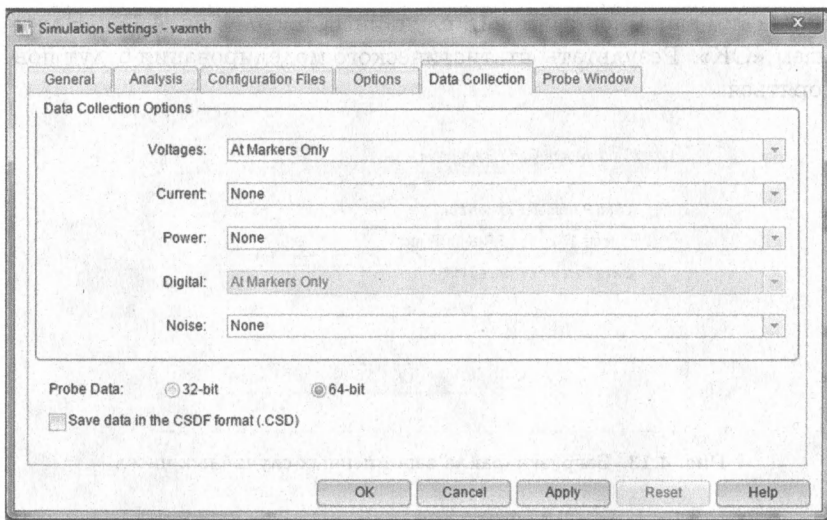

Рис. 4.15. Сбор данных только напряжений с маркеров
1. В меню PSpice выберите Edit Simulation Profile и на вкладке Data Collection установите только Voltages > At Markers Only. Остальные данные не будут вычисляться. Нажмите ОК (рис. 4.15).